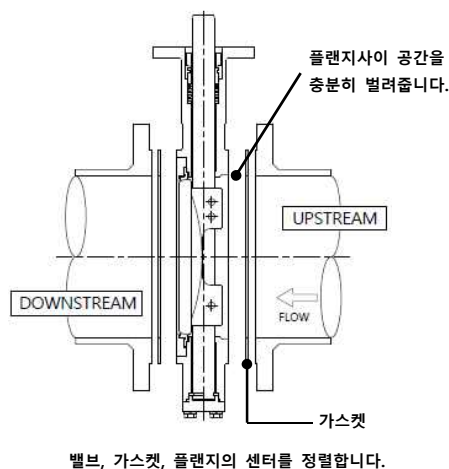

Figure 3.
- 밸브가 들어갈 수 있도록 플랜지 사이의 간격을 충분히 벌려주고 밸브와 플랜지 중심에 가스켓을 위치 시킵니다. (Figure 3.)